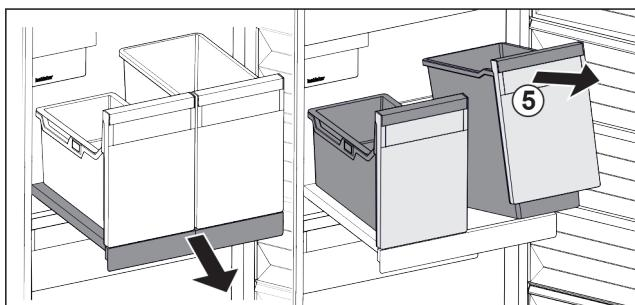

Fig. 104
- Підняти резервуар Fig. 104 (5) спереду.